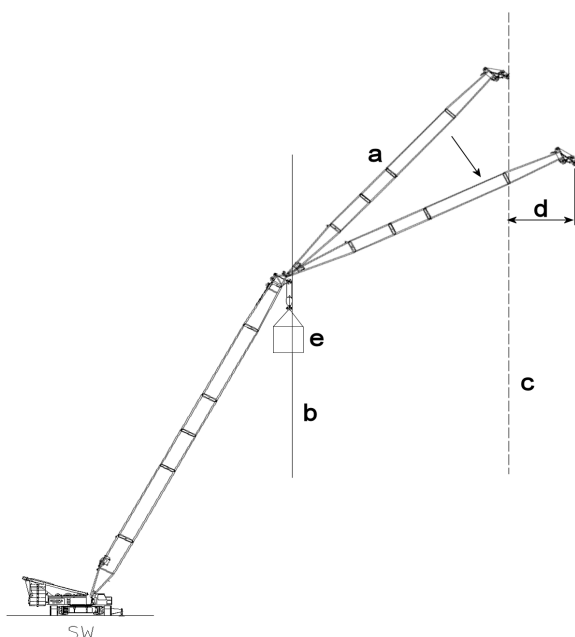
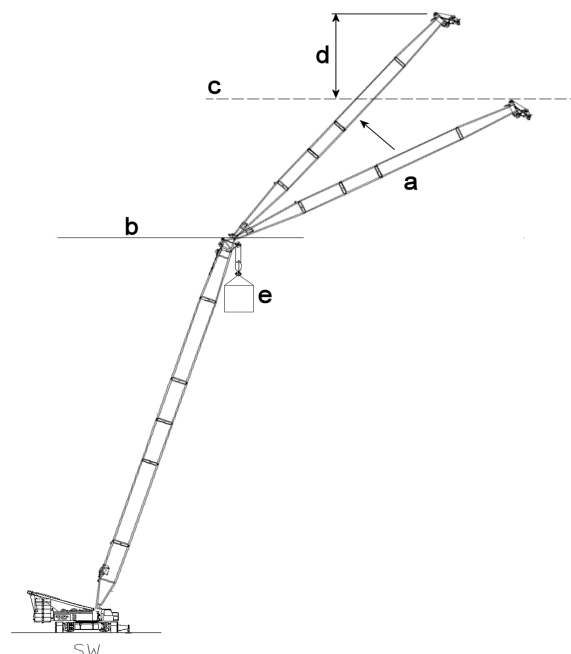

Fig. 1 Límite de radio
Fig. 2 Límite de la altura del cabezal de poleas
- a** Posición inicial del sistema de pluma, con el cual el límite de radio (Fig. 1) o el límite de la altura del cabezal de poleas (Fig. 2) se programaron en relación al cabezal de poleas de la pluma principal.